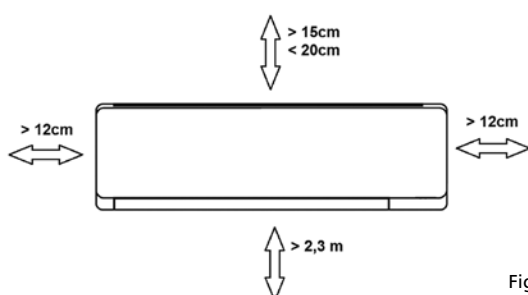

Figura 4
- Assicurarci che a sinistra e a destra dell'unità ci sia uno spazio di più di 12 cm. Vedi la figura 4.
- L'unità interna va installata sulla parete a un'altezza di almeno 2,3 metri dal pavimento. Vedi la figura 4.
- L'unità interna va installata in modo tale che sia mantenuta una distanza minima dal soffitto di 15 cm. Vedi la figura 4.